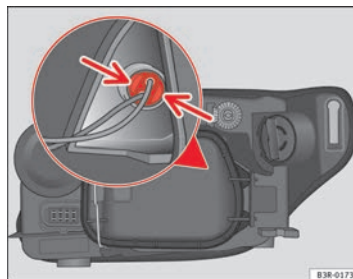

Fig. 213 Luci di posizione
- Premere leggermente le linguette del portalamпада ⇒ pag. 282, fig. 213 e tirare verso il coperchio (si può estrarre anche tirando i cavi del portalamпада).